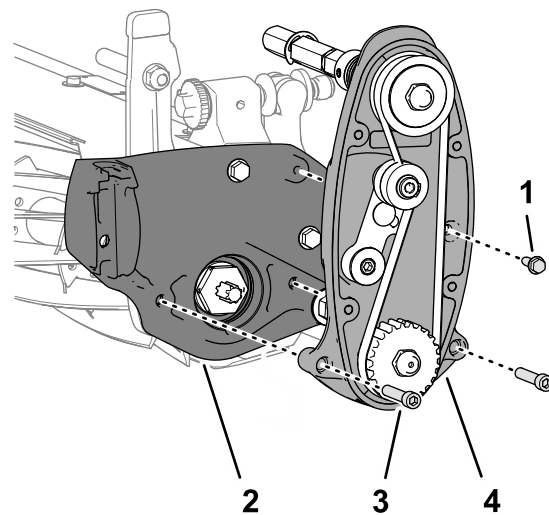

Figura 7
3. Rimuovete le 2 viti ad esagono incassato (5/16" x 1 1/2") dai 2 dadi di bloccaggio (mantenuti fissati nella piastra laterale) che fissano il gruppo trasmissione del cilindro alla piastra laterale dell'apparato di taglio, e rimuovete la trasmissione del cilindro (Figura 7).